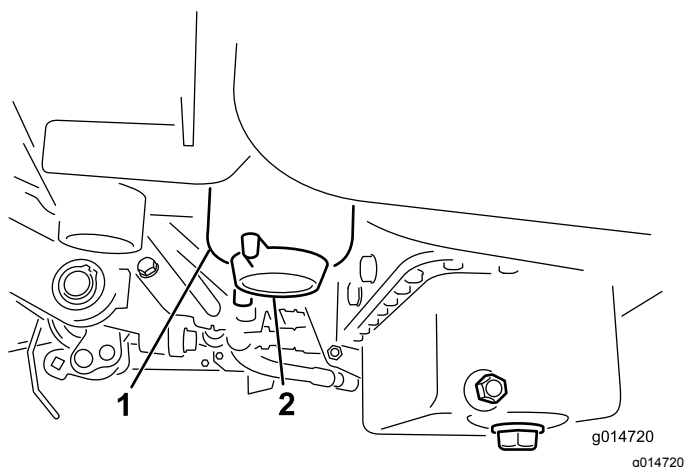

Figura 37
2. Limpe a zona de montagem do recipiente do filtro (Figura 37).
4. Abra o tampão de escoamento do filtro (Figura 37).